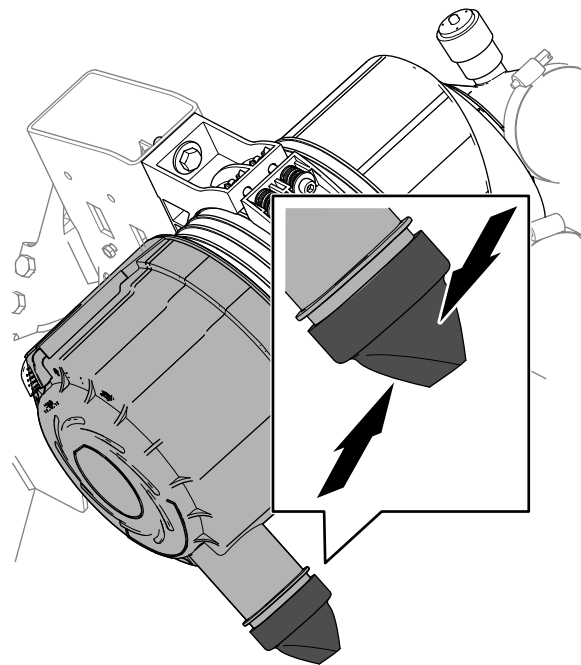

**Bild 117**
3. Überprüfen Sie die Wartungsanzeige am Ende des Luftfiltergehäuses (Bild 117).